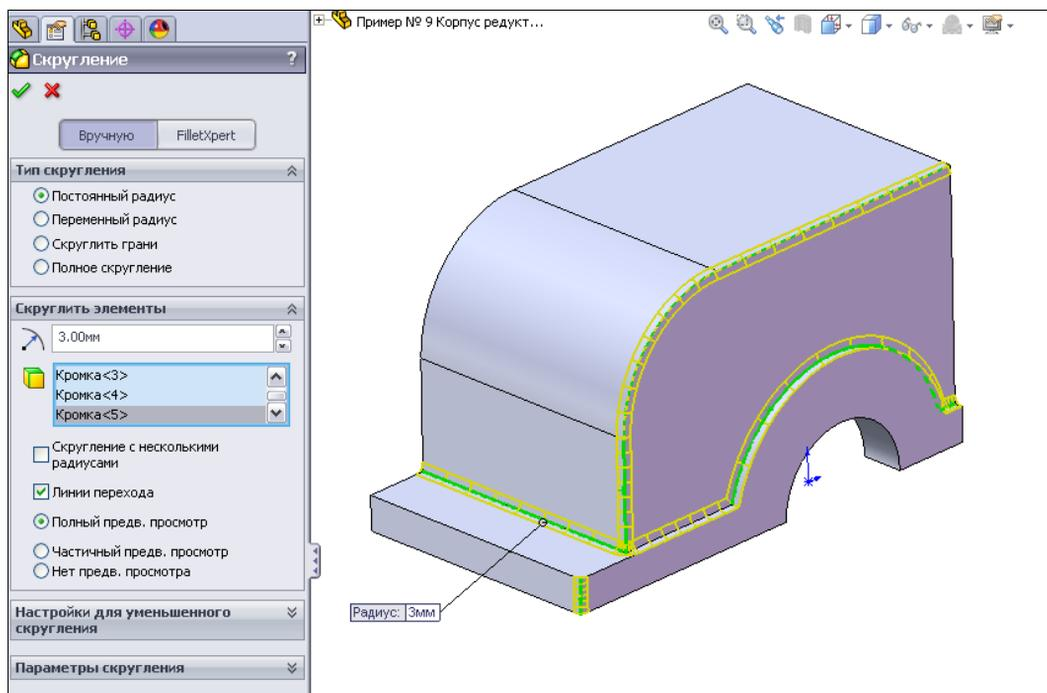

Рис. 2.113
22. Корпуса редукторов обычно изготавливают методом литья, и грани этой детали будут сопрягаться через скругление радиусом 3 мм. Обратимся к команде  — **Скругление** на панели инструментов **Элементы**, в появившемся окне укажем скругляемые кромки и радиус скругления (рис. 2.113).